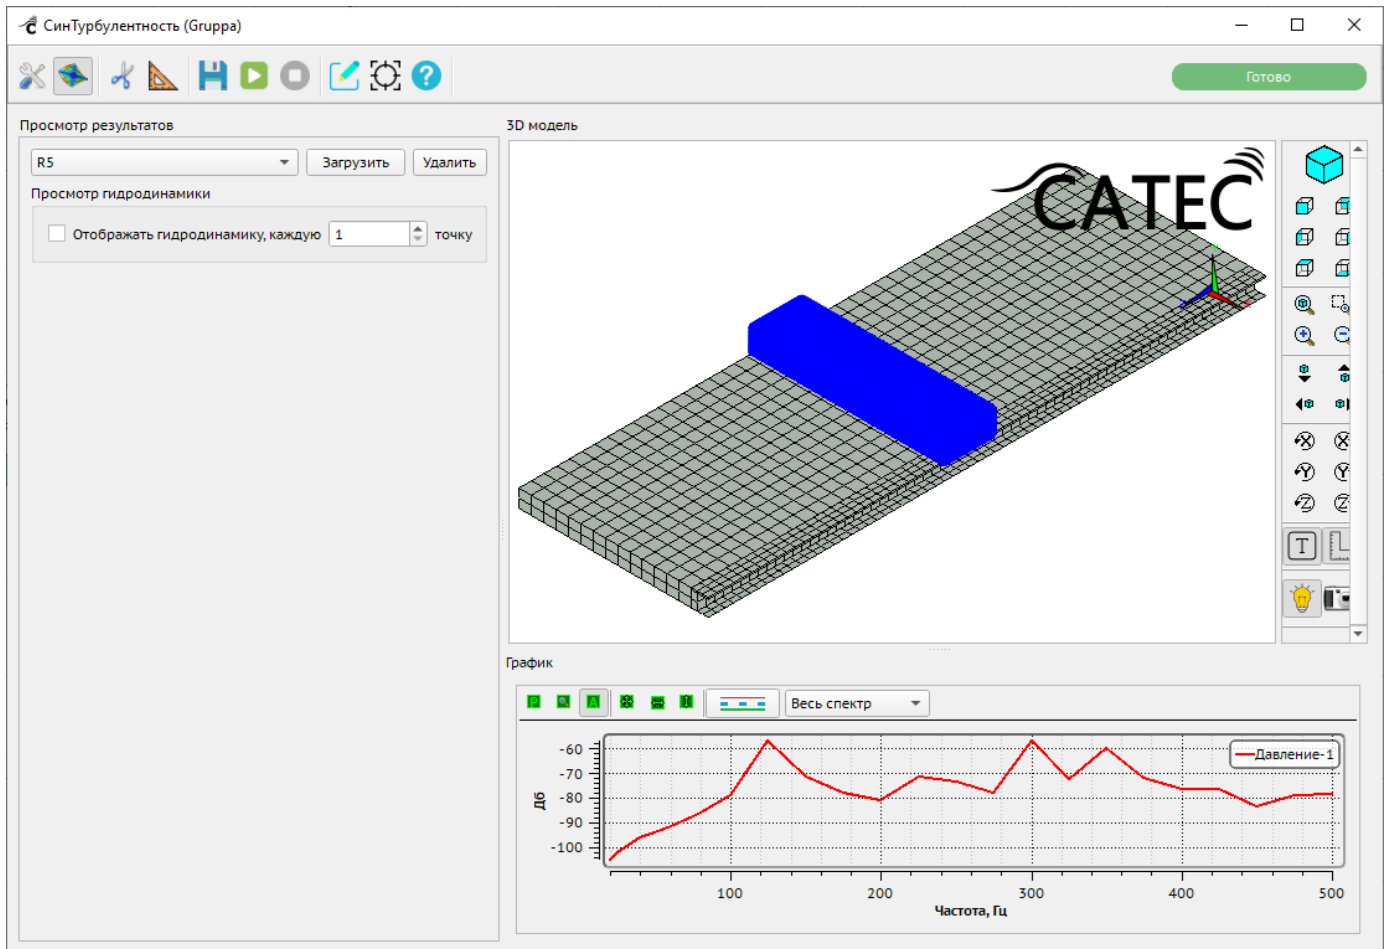

Рисунок 278 – Просмотр результатов расчета модуля «СинТурбулентность».
– выбрать из списка результат расчета и нажать на кнопку «Загрузить». На сцене синими точками отобразятся линии тока жидкости и график давления в точке воздействия из гармонического анализа, или (при выборе нескольких воздействий) проходная характеристика в точках воздействий (Рисунок 278);